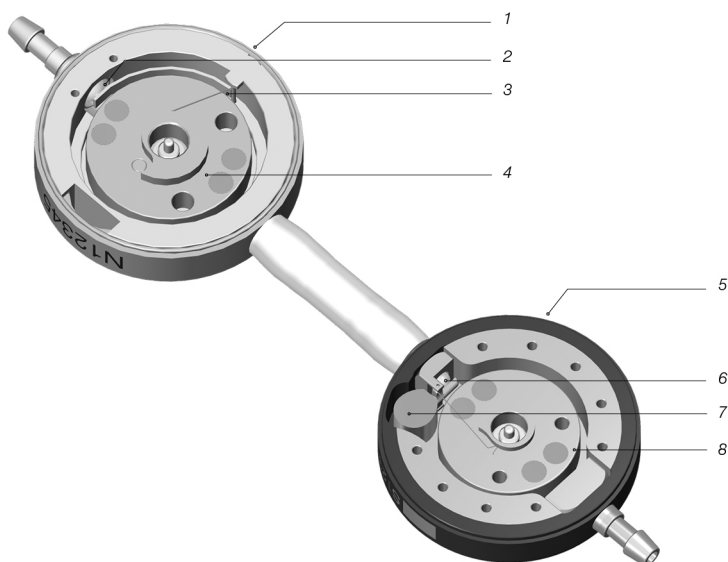

Bild 1: Tvärsnitt av M.blue plus
M.blue plus är en ventil som tillverkats av titan. Den består av en reglerbar differenstryckenhet (hädanefter även kallad *proGAV 2.0*) och en reglerbar gravitationsenhet (hädanefter även kallad *M.blue*) (bild 1). Den reglerbara differenstryckenheten består av ett stabilt titanhus med en väl beprövad kul- och konventil (2) i den proximala delen (1). En stavfjäder (3) bestämmer enhetens öppningstryck. Via en vridbart lagrad rotor (4) kan fjäderns förspänning och därmed ventilens öppningstryck justeras genom huden. Den reglerbara gravitationsenheten (5) är utrustad med en tantalvikt (7) som via en hävarm håller safirkulan på plats i kulsätet (6).